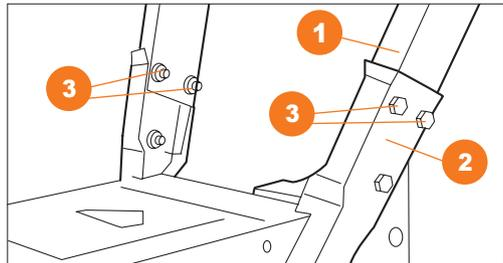

Рис. 5
- Совместите нижнюю часть **1** рукоятки панели оператора с корпусом снегоборщика **2** и закрепите болтами и гайками **3** с каждой стороны (Рис. 5).